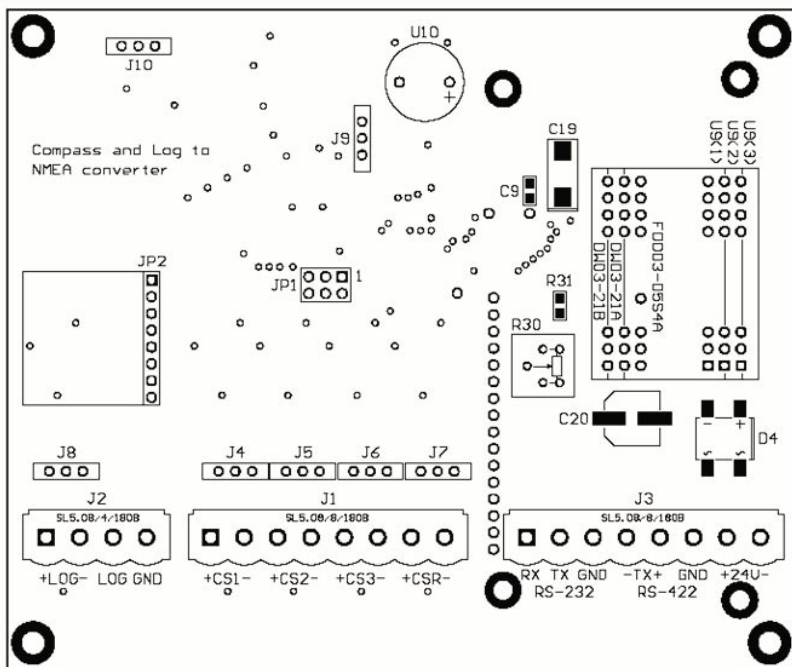
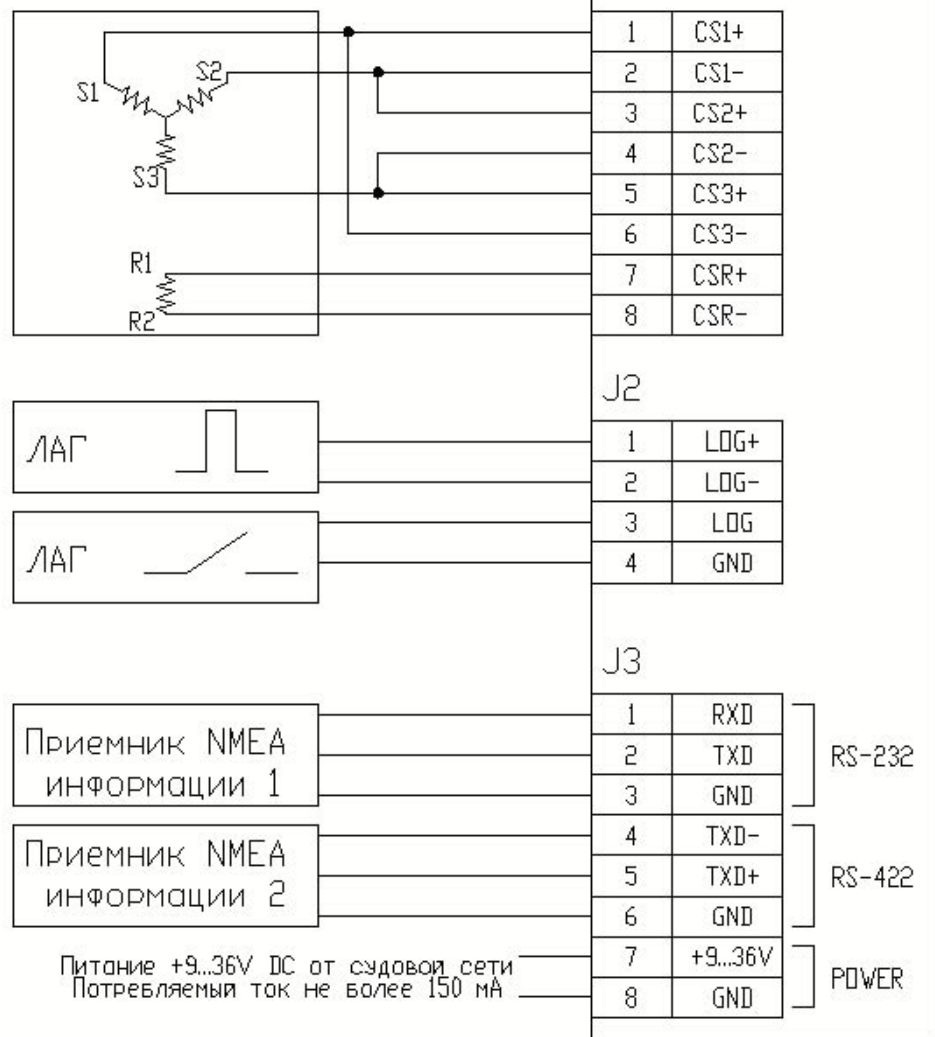

Рис.2 Расположение клемм на печатной плате.
Рис.3 Схема подключения гирокомпаса сельсинного типа.
- уровень порога переключения 3В / 6В (устанавливается переключками см. рис.2).
1. При подводе жил рекомендуется снять верхнюю часть клеммной колодки и, сохраняя ориентацию снятой части, поочередно подсоединить подведенные провода к клеммным колодкам прибора, как указано на схемах подключения (Рис.2).
По размещению колодок на плате и назначению клемм см. рис.2. Схемы для подключения источника питания, гирокомпаса, лага и внешних потребителей указаны на схеме – рис.3, 4.